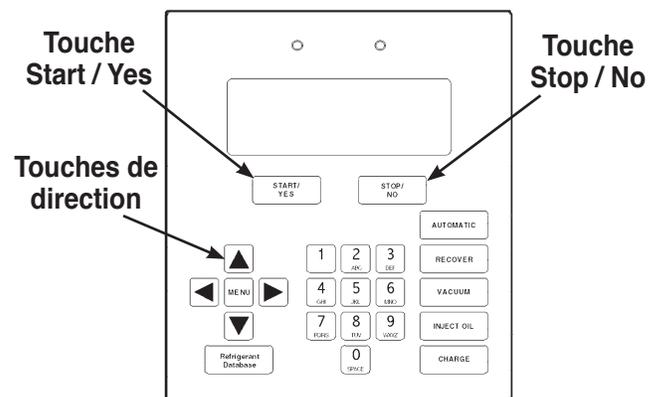

Figure 2
1. Utilisez les touches de direction **UP (vers le haut)** et **DOWN (vers le bas)** pour passer entre les choix : anglais, espagnol ou français. Reportez-vous à la Figure 2.